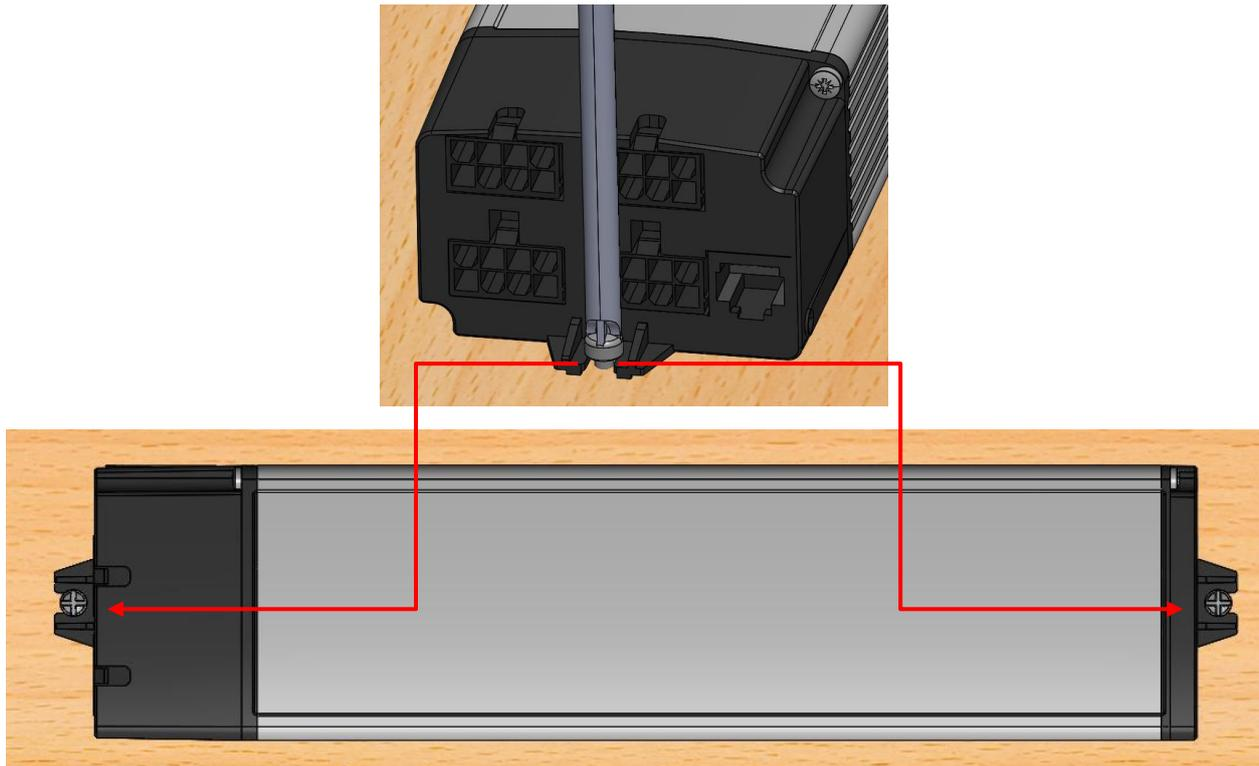

Abbildung 11 Befestigung der elektrischen Steuerung (2 Schraubverbindungen)
- ➔ Schrauben Sie die Steuerung fest an (Abbildung 11 Befestigung der elektrischen Steuerung). So vermeiden Sie Funktionsstörungen durch gelockerte Steckverbindungen oder ungewollte Geräusentwicklung.